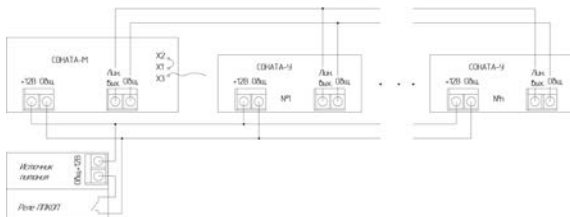

Рисунок 3. Подключение к СОНАТА-М активных оповещателей СОНАТА-У.
- 4.4 Рекомендуемые схемы подключения приведены на рис. 3, 4 и 5.
Примечание. Не рекомендуется устанавливать более одного оповещателя СОНАТА-М в одном помещении, т.к. возможно наложение речи с нескольких оповещателей. Для наращивания мощности используйте совместно оповещатели СОНАТА-У (см. рис. 3).